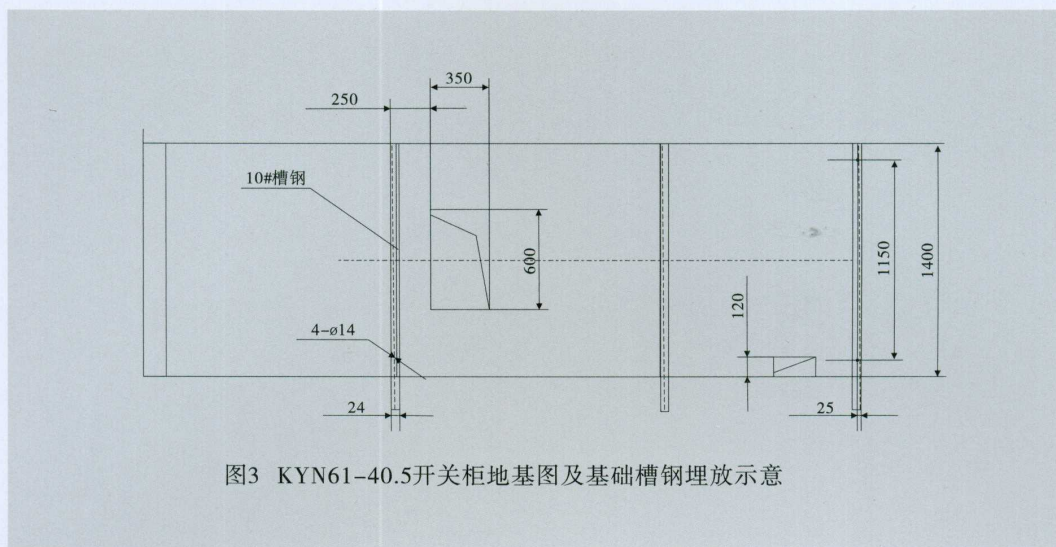

图3 KYN61-40.5开关柜地基图及基础槽钢埋放示意
开关柜安装基础的施工应符合“电力建设施工及验收技术规范”中的有关规定，柜深尺寸2600mm的标准电缆方案，开关设备安装基础示意图详解见图3。
柜深尺寸为2600mm的开关设备，如标准、PT、隔离、所用变方案，其安装基础示意图参见图3，但需要取消350×600的电缆开孔。
柜深尺寸为2900mm的开关设备，如架空进（出）线方案等，其安装基础示意图参见图3，但需要取消350×600的电缆开孔，并增加10#槽钢（有开孔，尺寸为1150、24）一截，位置为距图参见3中柜后基础槽钢，往柜后方向300mm处，摆放方式和原有基础槽钢相同。
- 3.当采用螺栓联接方式时,要求前、后两根基础槽钢上按图3提供的安装尺寸开 $\phi 14$ 孔,并在背面对孔焊M12螺母。